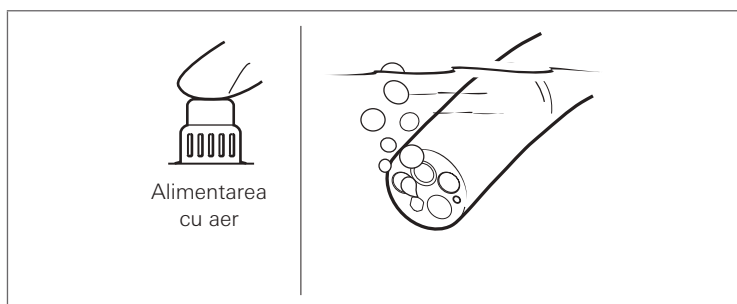

Figura 4.10
4. Blocați orificiul din partea superioară a valvei de trecere a aerului/apei. Confirmați faptul că bulele de aer ies în flux constant prin capătul distal al endoscopului (Figura 4.10).